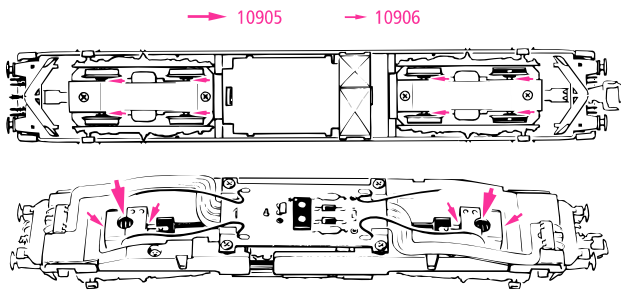

Fig. 9
4. Kohlebürstenwechsel: Lokgehäuse abnehmen (Fig. 3). Danach wird der **Motor ausgebaut** und die **Kohlebürsten** ausgewechselt (Fig. 9).
4. Remplacement des balais du moteur: Démontez la caisse (voir fig. 3). Démontez ensuite le moteur et échangez finalement le balais (fig. 9).
4. Carbon Brush Changing: First remove loco body (fig. 3), and then the **motor** (fig. 9).